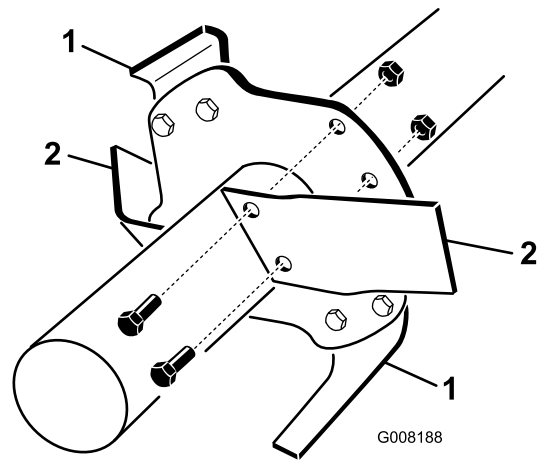

Figura 14
6. Retire las azadas viejas, una por una, e instale las azadas nuevas (Figura 14).